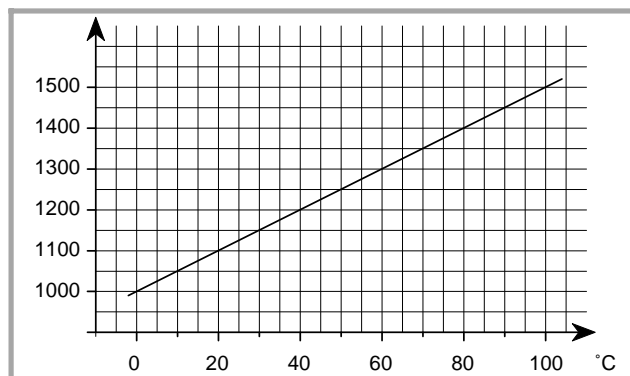

Figure 3 - Sonde QAD21 et QAZ21
- Sonde de température chaudière et eau chaude sanitaire (ECS) QAZ 21 (fig. 3).
- Sonde de départ radiateur QAD21 (fig. 3).